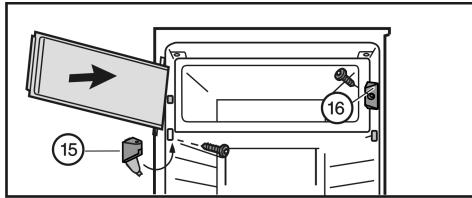

Fig. 7
- Kapatma parçasını Fig. 7 (16) takın.
- Yatak mesnedini Fig. 7 (15) takın ve kapağı kapatın.